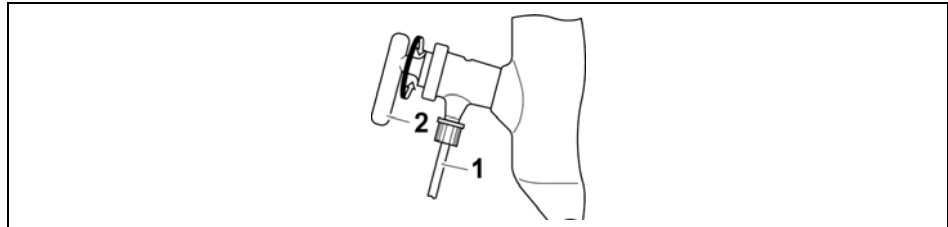

Figure 4-23 : Tube d'introduction
Le système peut être ventilé avec le boisseau (Figure 4-23 (2)) du robinet d'introduction :
- ➔ Tourner lentement le boisseau (Figure 4-23 (2)) du robinet d'introduction vers le haut.